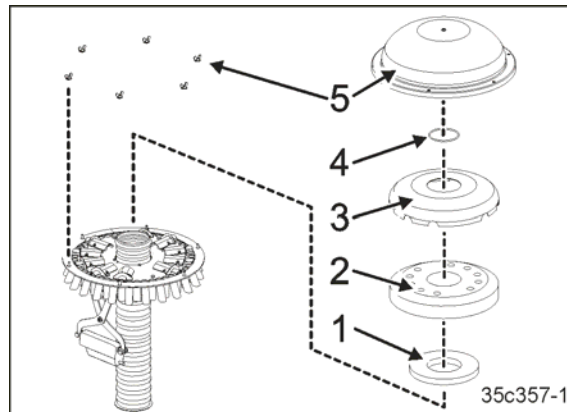

Fig. 214
15. Schaumstoffeinsatz (Fig. 214/1) und Dichtring (Fig. 214/2) montieren.
16. Verteiler-Innenhaube (Fig. 214/3) montieren.
17. Ring (Fig. 214/4) montieren.
18. Verteileraußenhaube (Fig. 214/5) montieren.